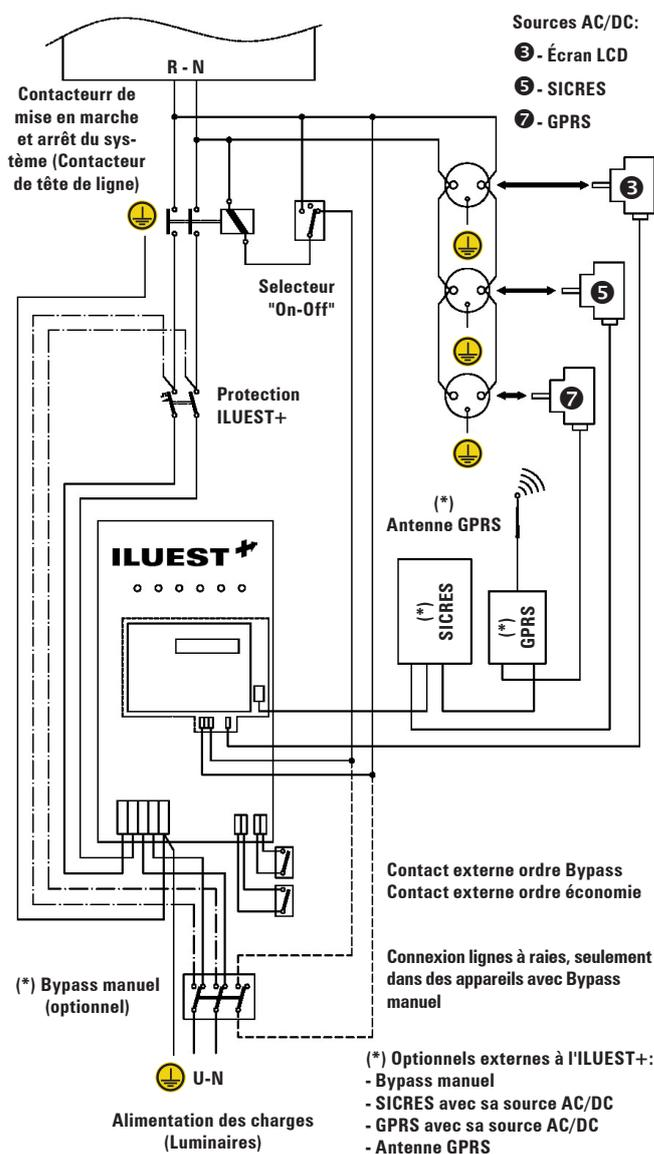

Fig. 19. Schéma connexion exécution (**OEM**) monophasé.
- Appareil sans concentrateur (BM491\*), cf. figures 19 pour appareils monophasés ou 20 pour les triphasés. Il est nécessaire d'alimenter l'écran LCD au moyen de la source d'alimentation fournie avec l'appareil et connectée en amont du contacteur. La bobine du contacteur sera gouvernée à travers un relais situé sur le panneau de contrôle de l'écran LCD.
- ☐ La connexion la plus élémentaire correspond à un appareil en exécution (OEM) monophasé ou triphasé sans concentrateur ni Bypass manuel (Cf. figures 19 et 20). Dans ces appareils, le contrôle du contacteur de tête est réa-
lisé à travers le contrôle du synoptique avec écran LCD et l'alimentation de celui-ci à travers un transformateur source d'alimentation AC/DC externe et fournie avec le **kit (OEM)**. Le Bypass manuel, la carte SICRES, le GPRS avec son antenne et les sources d'alimentation AC/DC de ces deux derniers sont optionnels complémentaires bien qu'ils soient représentés sur les figures 19 et 20.
Quand un Bypass manuel est incorporé à une installation avec appareil (**OEM**), il est nécessaire de réaliser toutes les connexions représentées par des raies sur les figures 19 et 20.
- En position automatique et si l'appareil dispose d'un contacteur de tête connecté comme l'indiquent certaines des figures 19 à 22, pour démarrer/arrêter l'appareil il est possible de le faire avec